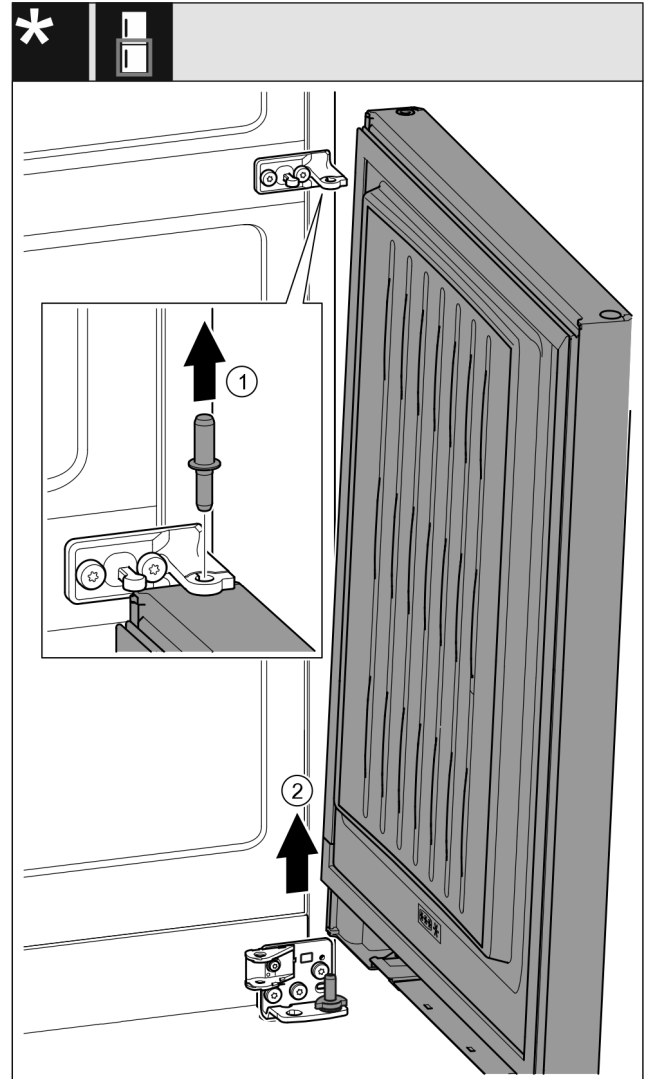

Fig. 23*
- Izvelciet arī tapu uz augšu. Fig. 23 (1)*
- Atvirziet durvis, pavelciet uz augšu un novietojiet malā. Fig. 23 (2)*